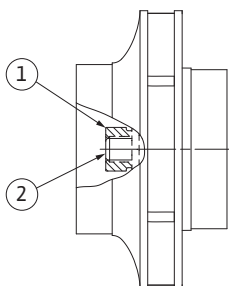

Fig. 53: Posizione corretta del dado girante dopo il montaggio
29. Tenere fermo l'albero (vedi operazione 24) e serrare il dado girante con la coppia di serraggio prescritta (vedi elenco "Tabella 11: Coppie di serraggio delle viti" a pagina 182). Il dado (fig. 53, pos. 1) deve essere circa  $\pm 0,5$  mm a filo dell'estremità dell'albero (fig. 53, pos. 2). Se ciò non dovesse accadere, allentare il dado e ripetere le operazioni da 25 a 29.